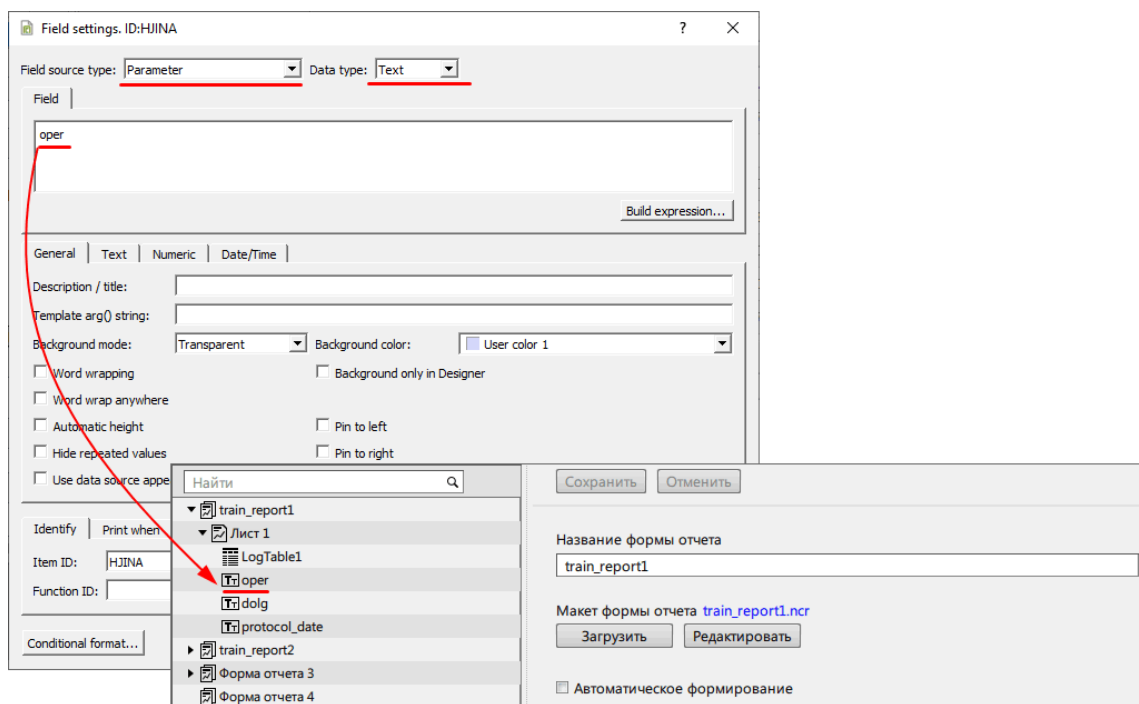

Рисунок 325 - Настройка текстовых данных
3. Впишите наименование текстового блока данных, как в настройках отчетов Redkit Configurator (Рисунок 325).